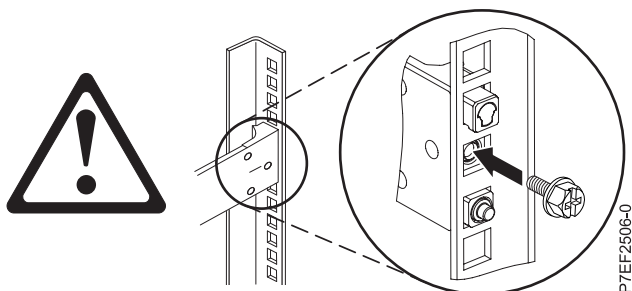

Figure 4. Réinstallation de la vis
4. Réinstallez la vis qui a été retirée à l'étape précédente, comme illustré dans la figure 4.